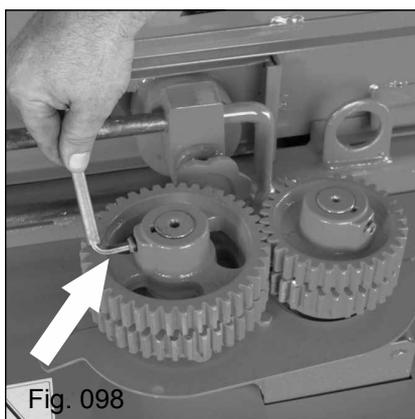

Fig. 098
- Solte o parafuso Allen que prende a engrenagem superior direita (Fig. 098);
- Retire a engrenagem superior direita (Fig. 098);